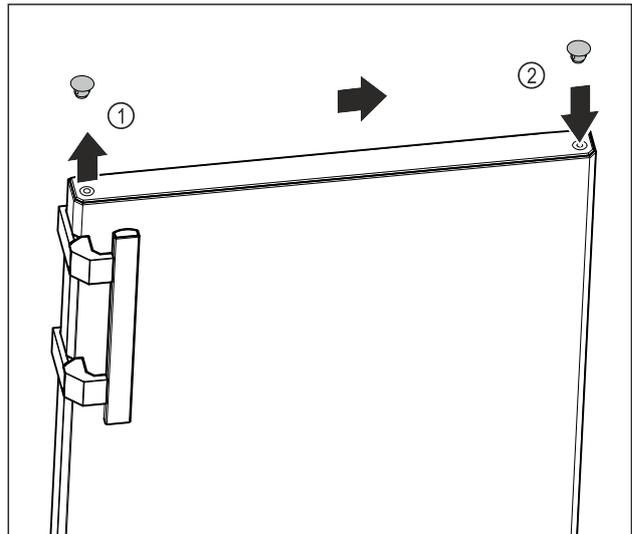

Fig. 15
- ▶ Abdeckstopfen der Türoberseite Fig. 15 (1) vorsichtig mit Schlitzschraubendreher anheben.
- ▶ Abdeckstopfen auf der Gegenseite einsetzen. Fig. 15 (2)